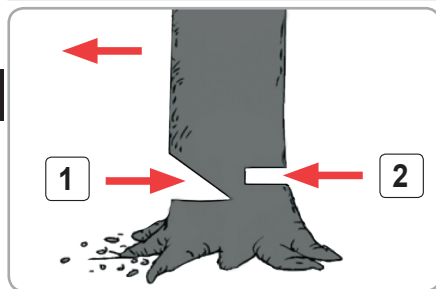

Fig.7
Doborârea copacilor (Fig.7):
- Luați în calcul căderea copacului și tăiați o pană într-o treime din diametrul copacului (Fig.7, poz.1).
- Efectuați o tăietură de separare la un nivel deasupra penei de coborâre din direcția opusă (Fig.7, poz.2).